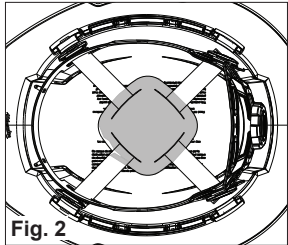

Fig. 2
2. Center the crown padding as needed (Fig. 2).
2. Centrer le rembourrage de couronne au besoin (Fig. 2).
2. Centre la almohadilla de la corona según sea necesario (Fig. 2).